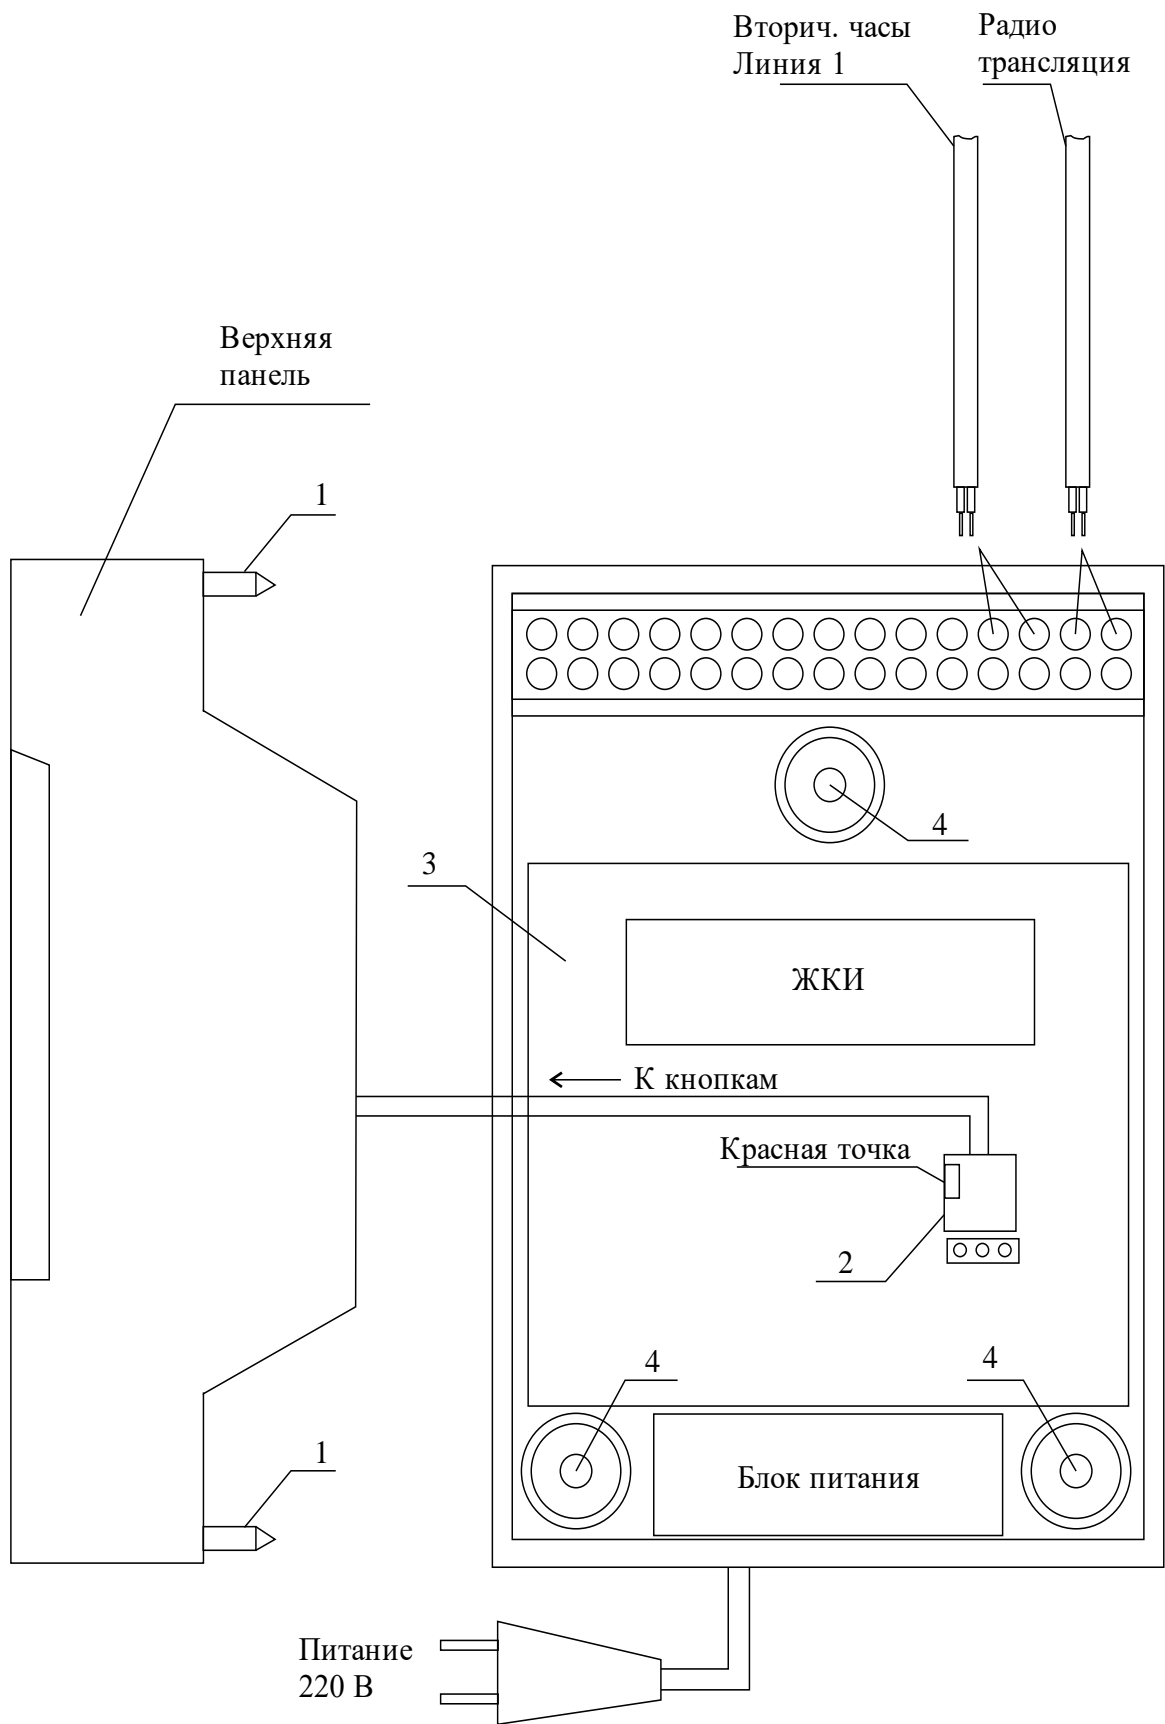

Рис. 1
4.1. Выверните четыре винта 1, расположенных на верхней панели ЧС (см. Рис.1). Осторожно снимите верхнюю панель и отсоедините разъем 2, соединяющий кнопки с печатной платой 3.
4.4. Подсоедините линию вторичных часов и линию радиотрансляционной сети в соответствии со схемой рис. 1.